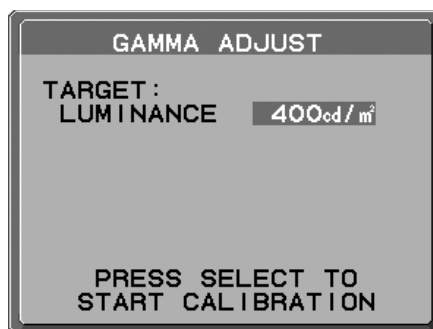

Рисунок 2
4. Установите значение параметра ЯРКОСТЬ (кд/м²) (**Рисунок 2**). Нажмите SELECT, чтобы начать процесс калибровки. Процесс может занять несколько минут, в зависимости от настроек пользователя.